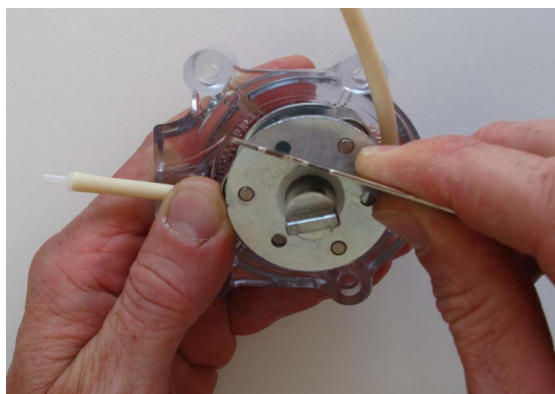

Abb. 5-18: Montagehilfe entgegen dem Uhrzeigersinn drehen
- 17** Drehen Sie die Montagehilfe gegen den Uhrzeigersinn, während Sie das Ende des Schlauchs mit dem Daumen festhalten. Siehe Abb. 5-18,  91.